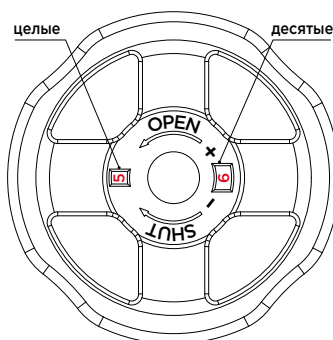

рис.7
- Откройте клапан до заданного значения, в качестве примера значение индикатора показывает 5,6 (см. рис.7).